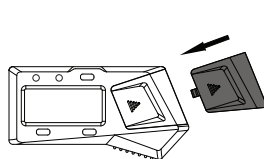

fig.3
- Feche a tampa da bateria (fig. 3)